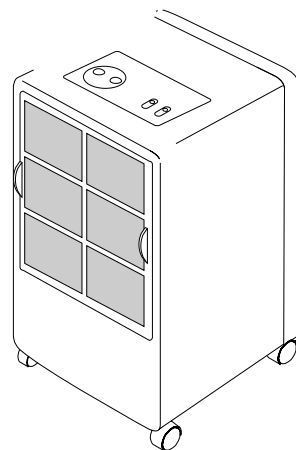

Fig. 4
- Pour ôter ce filtre, extraire le filtre en le tirant vers le haut (fig. 4).